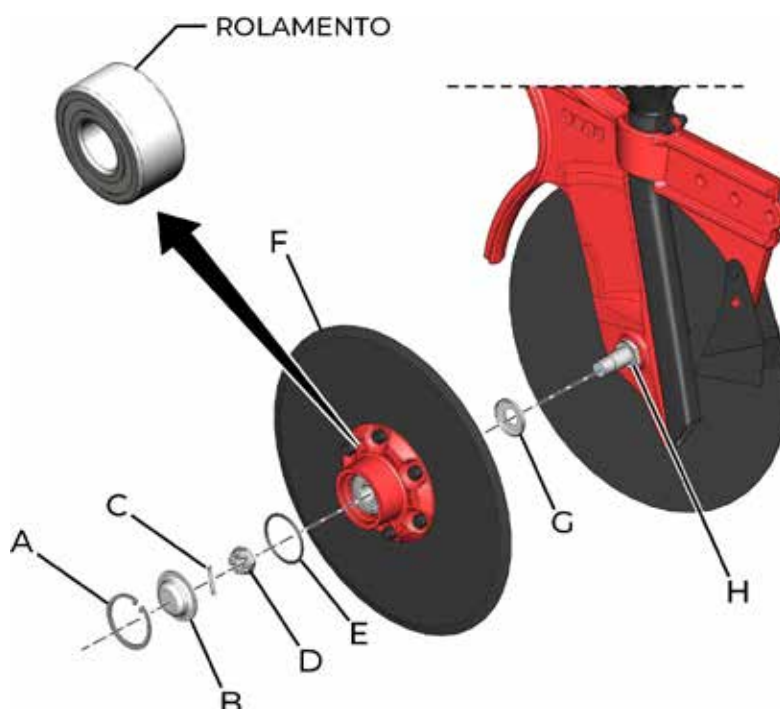

fig. 49
- Retire o anel elástico (A) (fig. 49) e a calota (B) do cubo do disco duplo;
- Retire o contra-pino (C), a porca castelo (D) e o anel o'ring (E);
- Retire o conjunto montado disco (F);
- Retire a calota nilos (G) para verificar se houve a contaminação do rolamento.